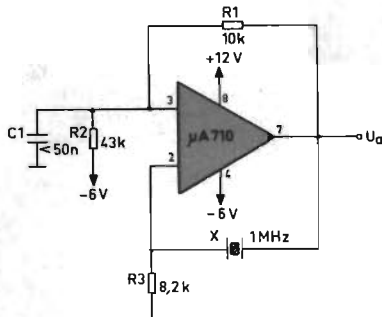

Fig 22. Kristallstyrd 1 MHz oscillator.
- En enkel 1 MHz kristallstyrd oscillator visas i fig 22.